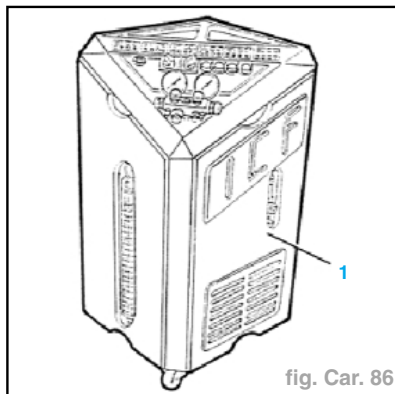
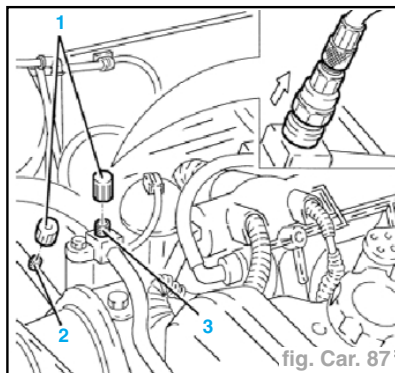

fig. Car. 86
fig. Car. 87
- Utiliser la station de purge/vidange et charge appropriée (1) (fig. Car. 86).
- Dévisser les bouchons des clapets de charge (1).
- Brancher le tuyau de raccord haute pression (HIGH) au clapet correspondant à fixation rapide (3) (fig. Car. 87).